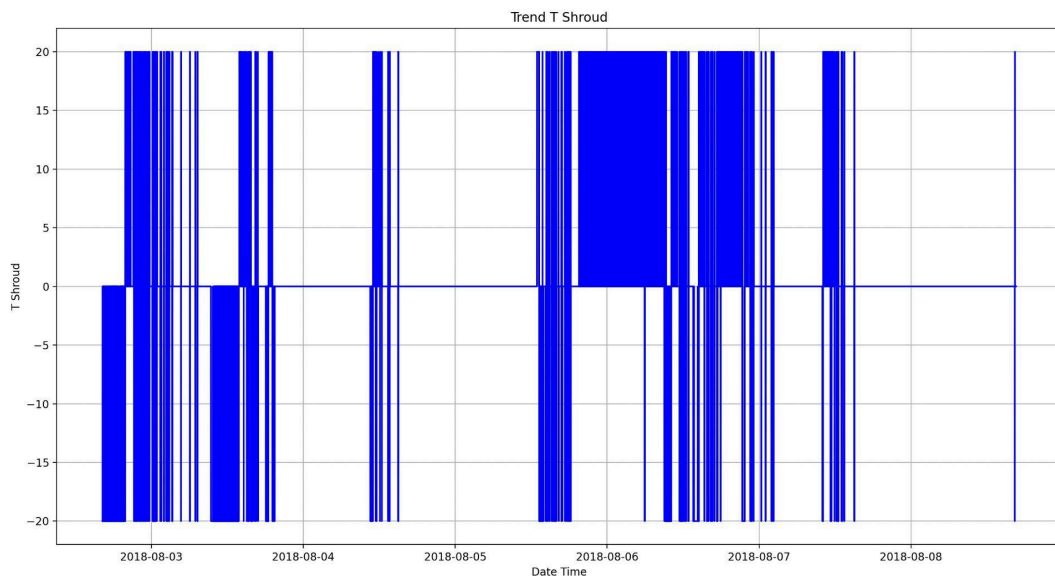

Figura 3-3
Il terzo grafico (Figura 3-3) rappresenta il trend della temperatura dello shroud nel tempo. I valori possono essere stabili (0), in aumento (+20) o in diminuzione (-20). Le frequenti variazioni nel grafico indicano che la temperatura dello shroud subisce continui aggiustamenti. Le sezioni con trend stabili (valori uguali a 0) indicano che il sistema ha raggiunto una condizione di equilibrio per brevi periodi (o che non viene superata la soglia impostata nel programma). Il grafico evidenzia una certa difficoltà del sistema nel mantenere la stabilità della temperatura, con oscillazioni frequenti.